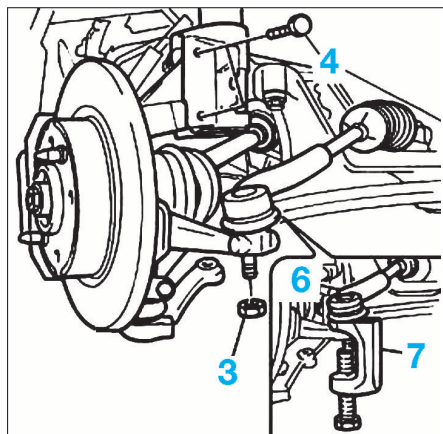

FIG. 7
- Déposer l'écrou de la biellette de direction (3) (Fig.7).
- Déloger la biellette de direction (6) (Fig.7) à l'aide d'un extracteur de rotule (7).
- Déposer les vis de fixation (4) (Fig.7).